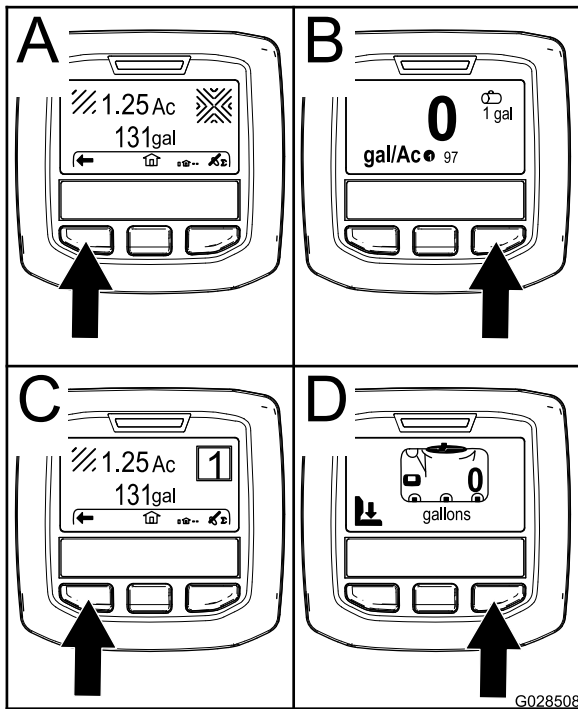

Figure 27
- Bouton de sélection droit : **Superficie totale pulvérisée** (A de Figure 27)
- Bouton de sélection droit : **Débit de pulvérisation** (B de Figure 27)
- Bouton de sélection gauche : **Sous-surface pulvérisée** (C de Figure 27)
- Bouton de sélection gauche : **Volume de la cuve** (D de Figure 27)